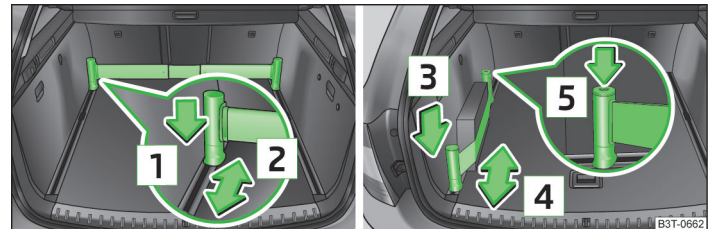

Abb. 101 Teleskopstange und Spanngurt
- › Den oberen Teil des Halters in Pfeilrichtung **1** drücken » Abb. 101 und gleichzeitig in die gewünschte Position in Pfeilrichtung **2** schieben.
- › Den Halter in Pfeilrichtung **3** drücken » Abb. 101 und gleichzeitig in die gewünschte Position in Pfeilrichtung **4** schieben.
- Der Spanngurt kann durch Drücken der Taste **5** auch vollständig aufgerollt werden » Abb. 101.